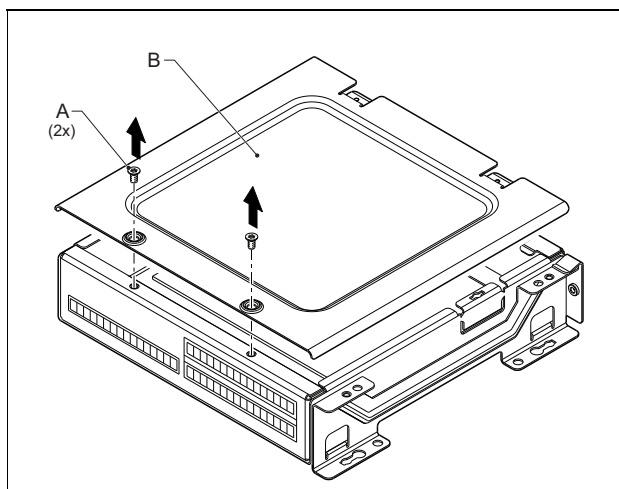

figura 20.8: Remoção da tampa do módulo
- 1 Retire os parafusos (A) de cada módulo e faça deslizar a tampa superior (B) para fora (veja a figura 20.8).